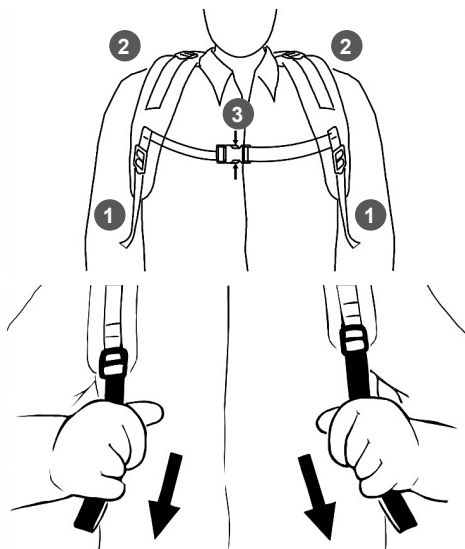

Рис. 8. Подгонка ремня
6. Наденьте воздухопроводку и отрегулируйте ремни (Рис. 8).
4. Отрегулировать плечевые ремни устройства по росту и фигуре (Рис. 8). Отрегулируйте ремни 1 и ляжки 2 так, чтобы устройство удобно сидело на спине. Отрегулируйте нагрудный ремень в удобное положение. Застегните замок 3 ремня.